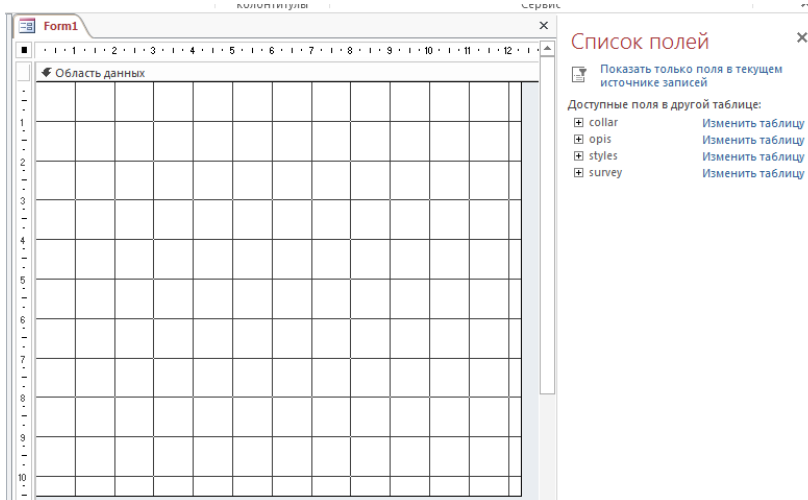

Рис. 15. Конструктор форм
4. Для подальшої роботи потрібно вибрати таблицю, яка буде виступати у якості джерела даних. Для цього натисніть кнопку Добавить поля (вкладка Конструктор, група Сервис). З'явиться вікно праворуч як показано на рис. 15 (якщо список таблиць не з'явиться, натиснути посилання Показать все таблицы).